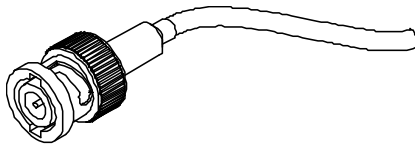

図 L-5 渦流プローブ BNC コネクタ
- 三番目のタイプは、BNC コネクタ（182 ページの図 L-5）で、シングルコイルの渦流検査用プローブを接続する際に使用します。